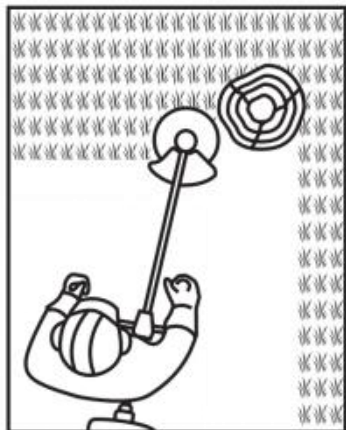

Fig. 48
2. Prestare particolare attenzione quando si esegue il lavoro in prossimità di alberi e cespugli. La testina di taglio potrebbe danneggiare la corteccia sensibile e i pali della recinzione (Fig. 48).